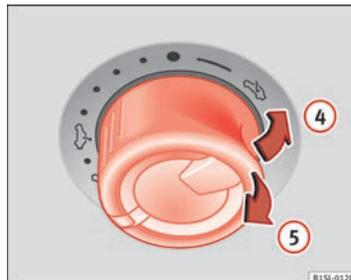

Abb. 27 Im Dachhimmel:
Vor Ablauf von etwa 5 Sekunden ab der Aktivierung der Kraftbegrenzung am Knopf ⇒ Abb. 27 ⑤ ziehen, bis das Schiebe- und Ausstelldach ganz geschlossen ist.